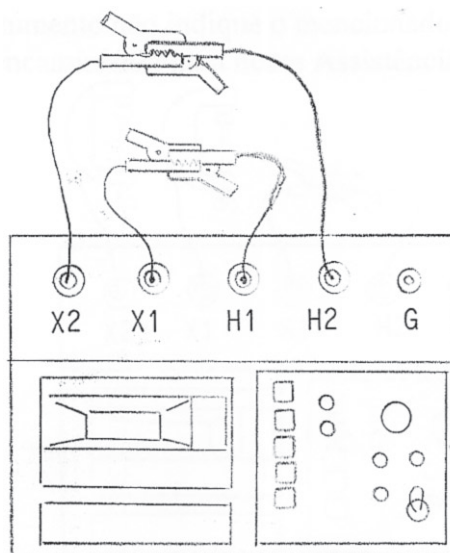

FIG 2
- Conectar a ponta ligada ao X2 vermelha (16) á (fechar curto) ponta ligada ao H1 Preta (18) (fig. 2)
- Conectar a ponta ligada ao X1 preta (15) á (fechar curto) ponta ligada ao H2 vermelha (17) (fig.2)
- Ligar o instrumento com a chave ON/OFF (13), na posição ON (LOCK)
- Indicador Vermelho do Power (12)
- Indicador Verde de Battery (11)
- Indicador Verde de Polarity (8)
- O display (2) deverá indicar